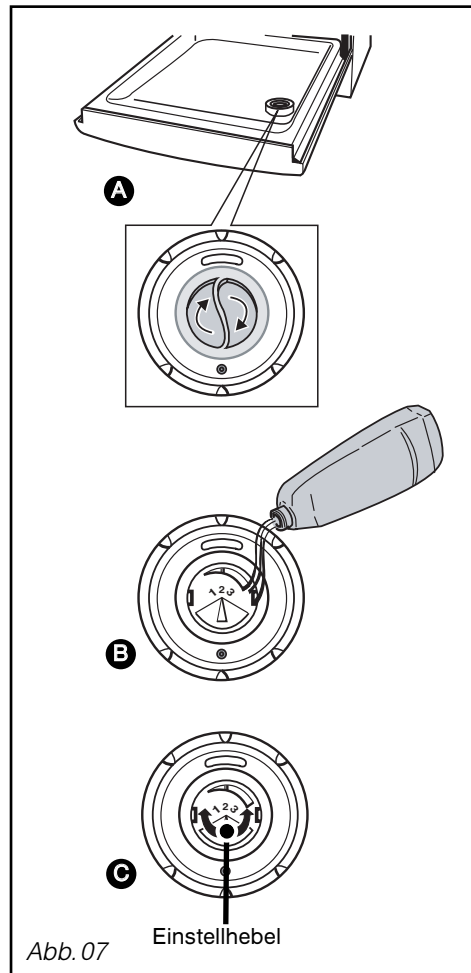

Abb. 07
• **Klarspüler (Abb. 07)**
Bei Bedarf können Sie die Einstellung korrigieren : Der Vorgabewert ist 2. Wenn das Geschirr nach mehreren Gängen nicht trocken genug ist, erhöhen Sie den Einstellwert mit dem Hebel (Abb. 07):